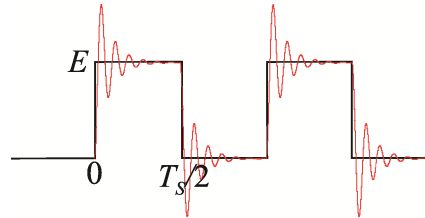

Figura 4: Forma da tensão aplicada na entrada e obtida na saída do circuito RLC série.
Passo 3: Ajuste o potenciômetro (R_p) próximo de zero e a frequência f_s do gerador tal que a oscilação termine antes de $T_s/2$, conforme ilustra a Figura 4.